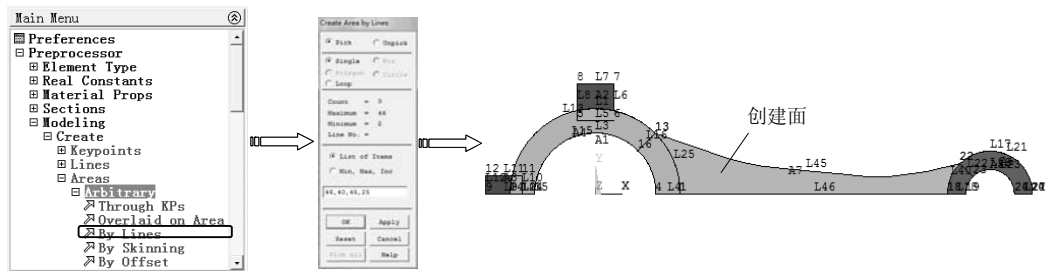

图 7-134 通过边界线创建面
16) 选择“Main Menu>Preprocessor>Modeling>Create>Areas>Arbitrary>By Lines”命令，弹出“Create Area By Lines”对话框，输入线号“46, 40, 45, 25”，然后单击“OK”按钮创建面，如图 7-134 所示。